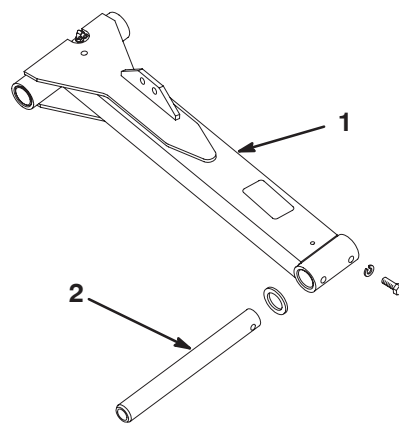

Bild 6
1. Setzen Sie eine Gelenkstange in den linken Hubarm ein und richten Sie die Befestigungslöcher aus (Bild 6).